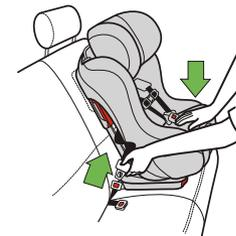

Figura 70
- Si se presiona el centro del asiento se reduce la tensión del cinturón del vehículo, lo cual facilita desabrochar el mismo, como se muestra en la **Figura 70**.